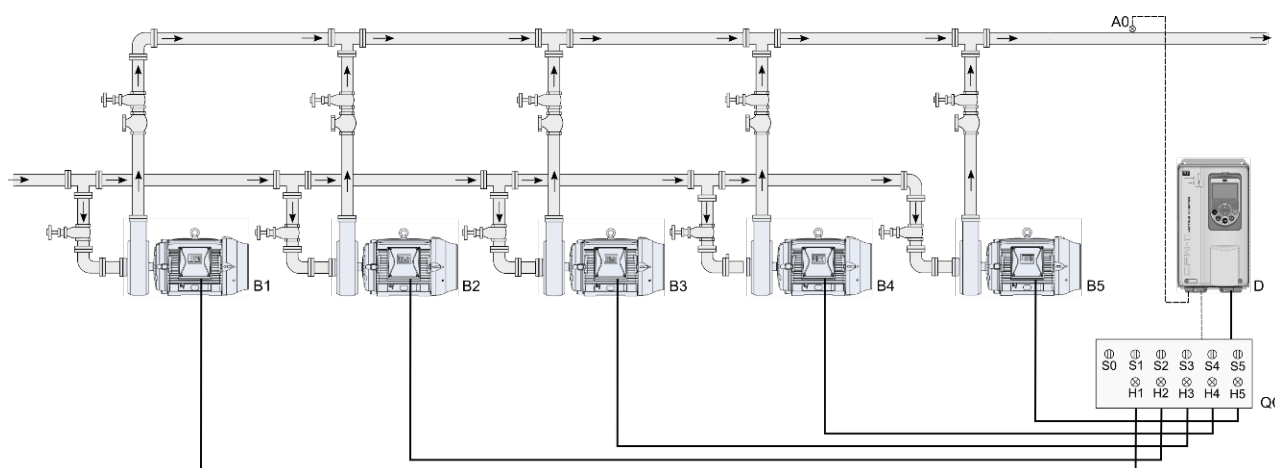

Figura 2.6 – Aplicação Pump Genius Multipump com controle móvel e cinco bombas em paralelo
A figura 2.6 apresenta um acionamento típico com cinco bombas e setpoint do controle via HMI, sendo basicamente composto por:
As sinalizações H1, H2, H3, H4 e H5 não são necessárias para o funcionamento do Pump Genius Multipump com controle móvel, cinco bombas em paralelo e setpoint do controle via HMI, pois servem somente para indicar a condição de funcionamento das bombas no quadro de comando (QC). Na figura 2.6, as sinalizações H1, H2, H3, H4 e H5 vem de contatos auxiliares dos contatores K1, K1.1, K2, K2.1, K3, K3.1, K4, K4.1, K5 e K5.1 que acionam as bombas 1, 2, 3, 4 e 5.